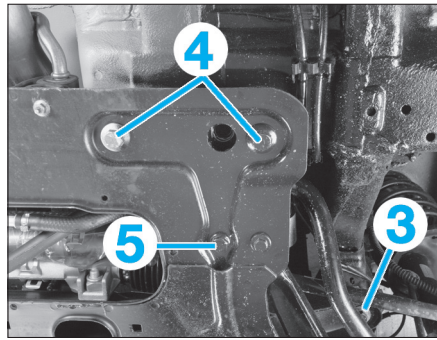

FIG. 11
- desserrer les vis de fixation (3) avant du berceau (Fig.11),
- déposer les vis (4) et (5).